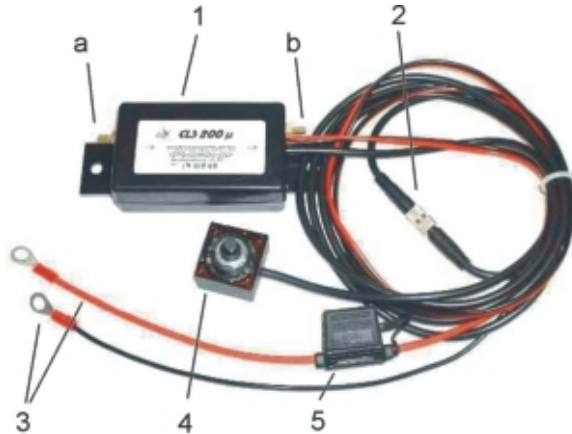

Bild 3 Elektronikbox mit Drehschalter
6. Verlegen Sie das Kabel (grau mit schwarzem Stecker) des Drehschalters (4, Bild 3) zur Elektronikbox und befestigen Sie es mit Kabelbindern, Kabelclips oder Isolierband am Rahmen des Motorrades. Kleben Sie die Clips zum sicheren Halt mit Sofortklebstoff an.
7. Verbinden Sie das Kabel des Drehschalters mit dem Kabel der Elektronikbox. Beachten Sie dabei den Verpolschutz der beiden Stecker und verriegeln Sie die Verbindung, indem Sie die dunkelgraue Hülse (2, Bild 3) bis zum Einrasten aufschieben.